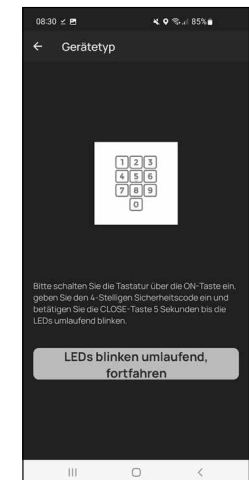

Abb. 6
- 5 Die Tastatur befindet sich nun im Programmiermodus. Die weiteren Schritte führen Sie bitte wieder am Smartphone aus (Abb. 6).